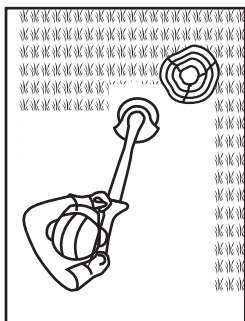

Fig. 19
4. Trage în afară scutul pentru plante (13) pentru ca dispozitivul de tăiere să nu intre în contact cu obiecte dure precum pereți și borduri (fig. 19, 20).